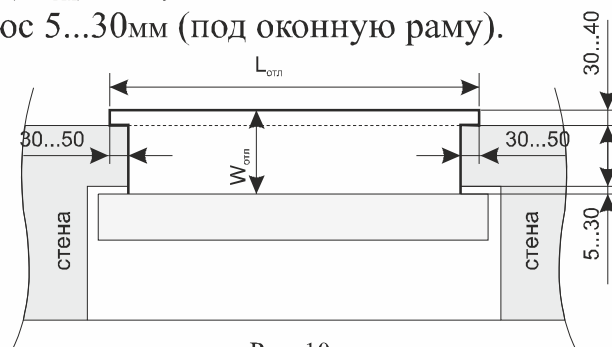

Рис. 10
① Необходимо позиционировать окно в проеме.
② Размеры отлива (Рис. 10).